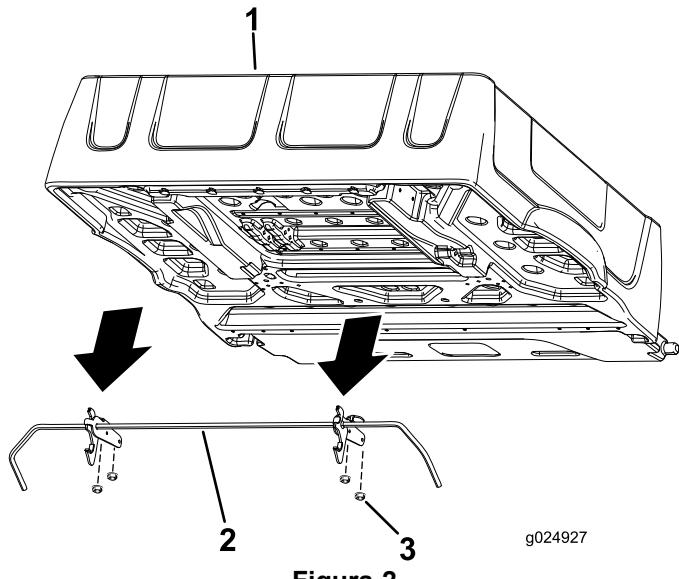

Figura 2
4. Retire as 4 porcas flangeadas que prendem os suportes da barra do trinco ao lado inferior da caixa (Figura 2).